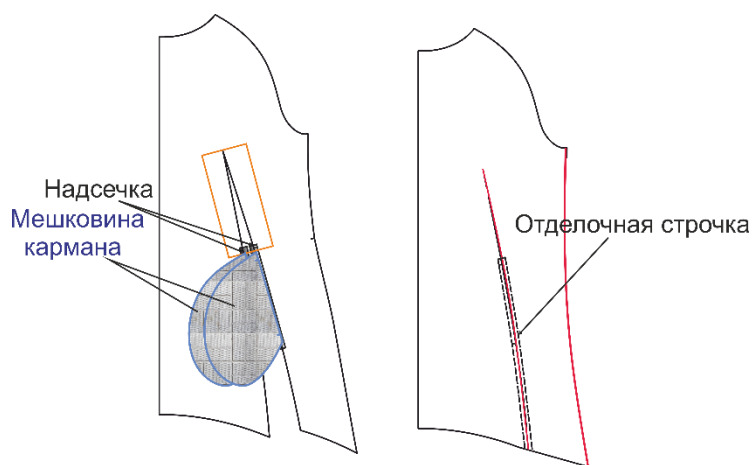

Рис. 1
2. Притачайте детали мешковин к припускам шва притачивания тесьмы «молния» (Рис. 1, строчка 1).